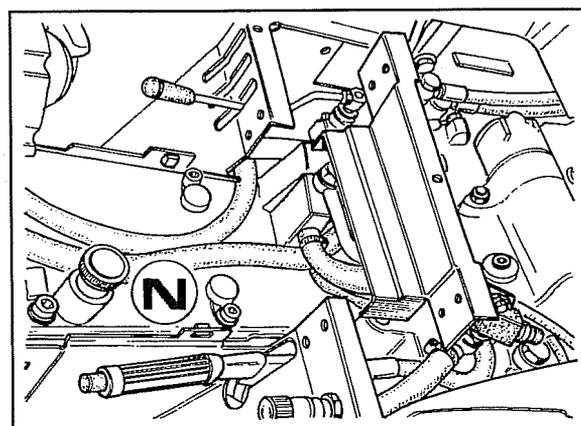

Fig. 3
- 3 Enlever le couvercle du carter de la boîte de vitesses **N** fig.3.